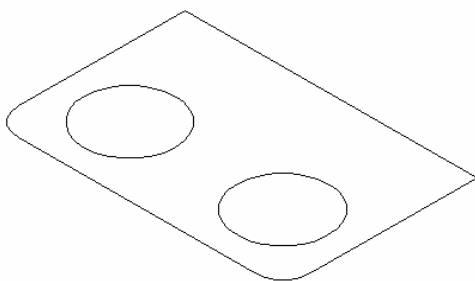

图 9-13
(1)单击【视图】/【三维视图】/【东南等轴测视图】,然后绘制支承架底板的轮廓形状。单击“绘图”工具栏上的[□]按钮,绘制一个长为 420,宽为 280 的圆,再单击“绘图”工具栏上的[⊕]按钮,将矩形前内偏移 10,在其中的两个点上绘制两个半径为 65 的圆。然后再单击[⋈]按钮,圆角半径为 40,结果如图 9-13 所示: